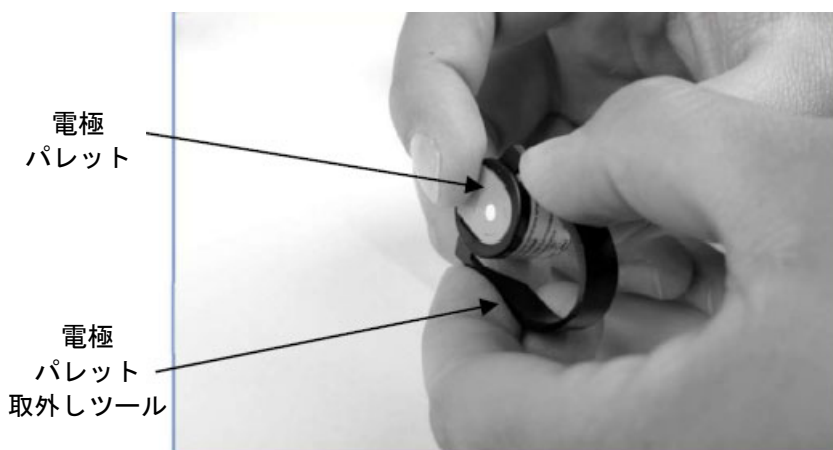

図 17
5. 電極パレットと PID ランプは、電極パレット取り外しツール (846216) を使用して取り外しできます。(図 17 参照)